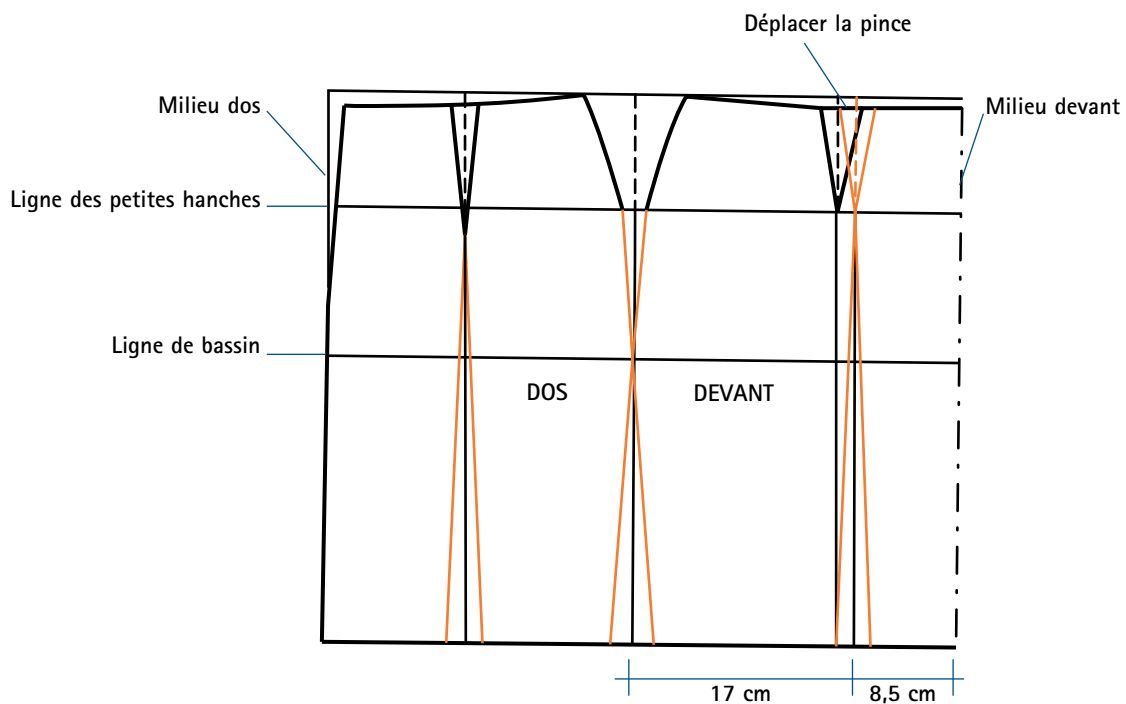

FIG. 1
– Le patron du devant étant construit au pli, la largeur du 1/2 panneau central = $17 : 2 = 8,5$ cm (fig. 1). Si l'axe de la pince du patron de base se situe sur le bord de ce panneau, appliquer le découpage en suivant les lignes de découpe orange. Si l'axe de la pince n'est pas situé sur le bord du panneau, déplacer la pince sur ce bord.
- soit conserver la couture au milieu et appliquer le découpage en respectant l'axe de la pince dos (fig. 1) ;